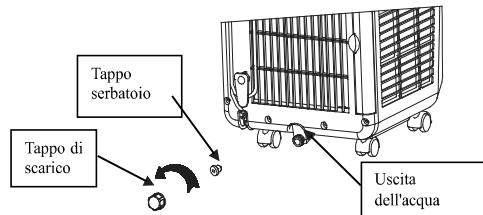

Figura 12
1. Drenaggio manuale: (come mostrato nella figura 12)